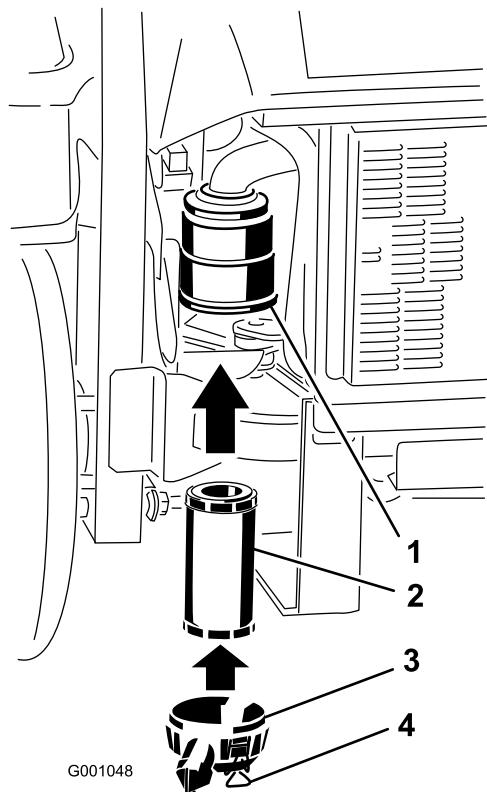

Figura 40
2. Introduzca el filtro con cuidado en la carcasa del limpiador de aire (Figura 40). Asegúrese de que está bien asentado empujando sobre el borde exterior del filtro mientras lo instala.
3. Instale la tapa del limpiador de aire y fije los cierres (Figura 40).